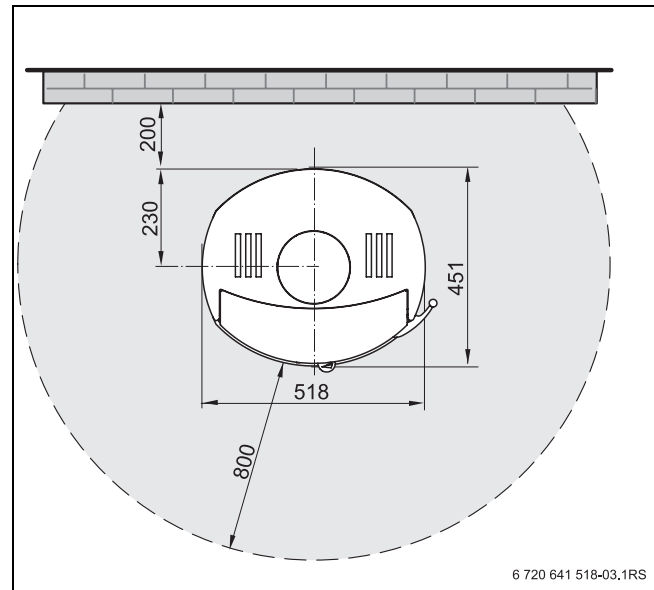

Рис. 3 Безопасные расстояния (размеры в мм)
- ▶ Выдерживайте безопасные расстояния (→ рис. 3, таб. 6, стр. 8).